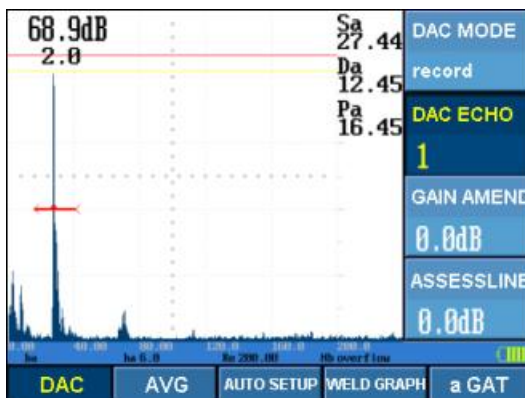

Abb. 14 Ausrichtung von Gate A für den ersten Prüfpunkt für die Tiefenausgleichskurve
5. Gate A auf das Echo ausrichten und das Untermenü *ECHO* mit der Taste [◀] auswählen (s. Abb. 14).